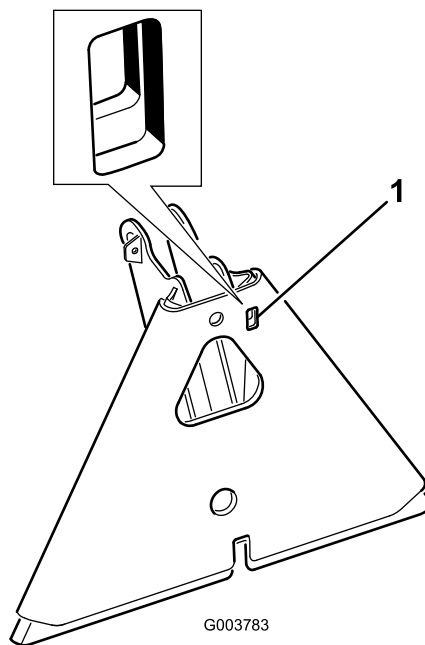

図 19
**注** アタッチメントのアダプタがトラクションユニットのアダプタに引っかかってしまった時は、ボールやドライバーなどをスロットに差し込んで外してください 図 19。